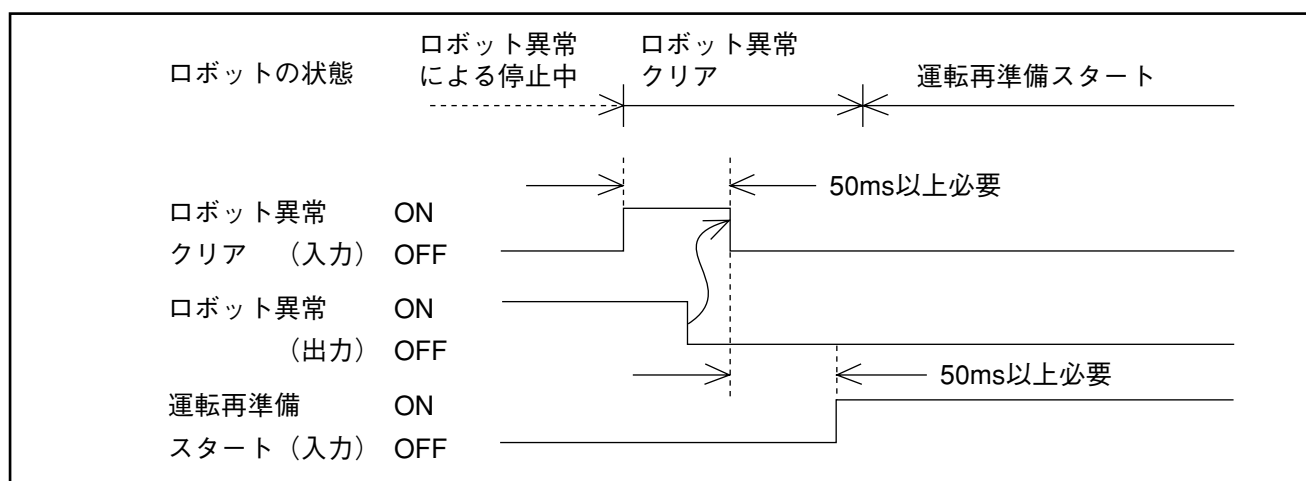

図4-23 ロボット異常クリアの入力条件と動作
(4) 入力条件と動作
- ①ロボット異常が発生したときティーチングペンダントのエラー表示をクリアし動作可能状態にします。
- ②ロボット異常クリアのあとで運転再準備スタートなどを行なうときは、図4-23に示すように、ロボット異常クリア入力をOFF（開放）してください。